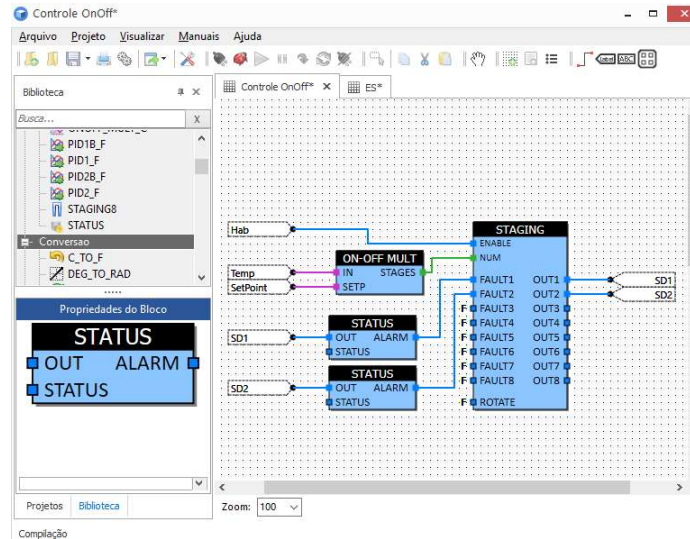

Figura 16
- Conecte a saída "ALARM" do segundo bloco "STATUS" na entrada "FAULT2" do bloco "Staging8" e a saída "OUT2" do bloco "Staging8" na entrada "OUT" deste segundo bloco "STATUS"; (Figura 16)